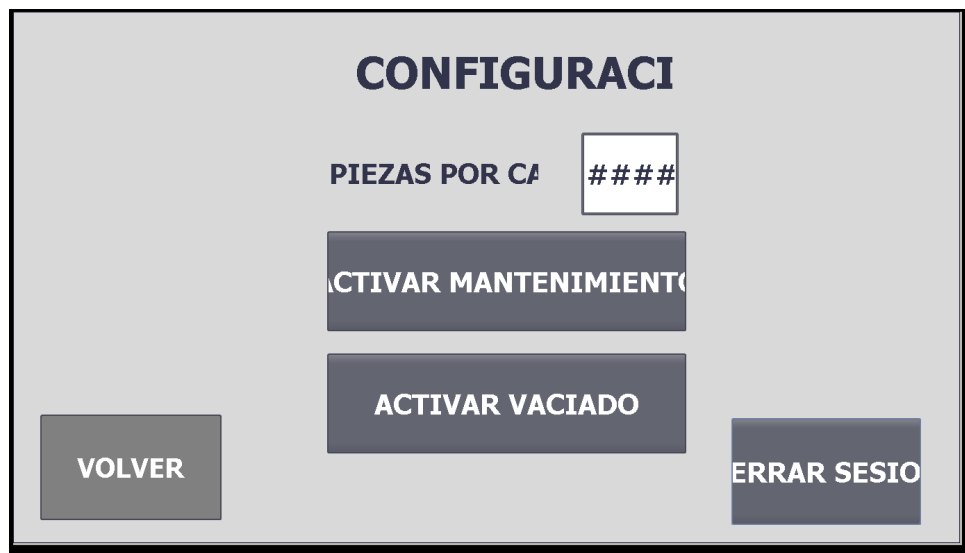

Figura 37: Pantalla de configuración
- Configuración: Para pulsar este botón se pedirán credenciales; este apartado solo está disponible para administradores y da acceso a la pantalla de configuración (véase figura 37).